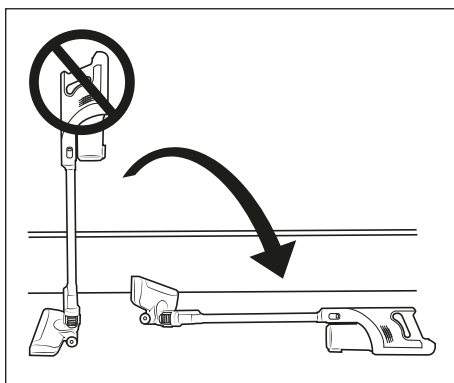

Fig. 9
- ▶ Ne placez pas l'aspirateur à la verticale si vous souhaitez le poser entre-temps ou ne plus l'avoir en main. Placez pour cela l'aspirateur dans le support mural **18** ou posez-le sur le sol (voir fig. 9 et 10). L'aspirateur risque sinon de basculer et d'être endommagé et, dans certaines circonstances, d'endommager d'autres objets en se renversant.